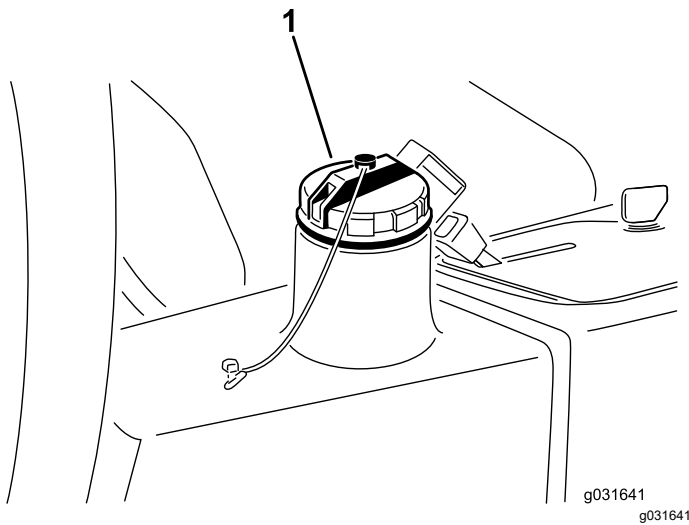

Bild 64
2. Reinigen Sie den Bereich um den Einfüllstutzen und den Deckel des Hydraulikölbehälters (Bild 64).
3. Nehmen Sie den Deckel des Hydraulikbehälters ab (Bild 64).